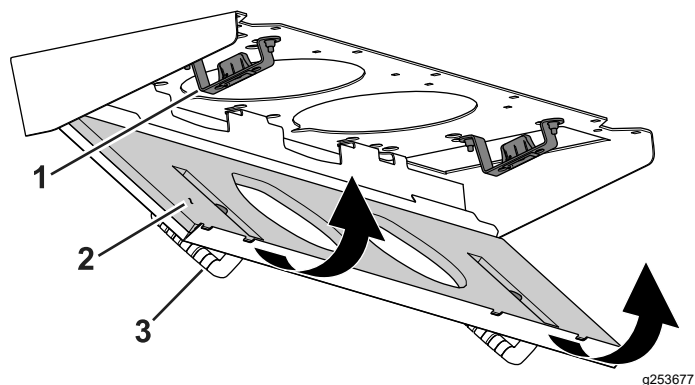

Рисунок 127
4. Поверните сетчатый фильтр вокруг монтажных лепестков так, чтобы защелка зафиксировалась в креплении защелки в сборе (Рисунок 127).